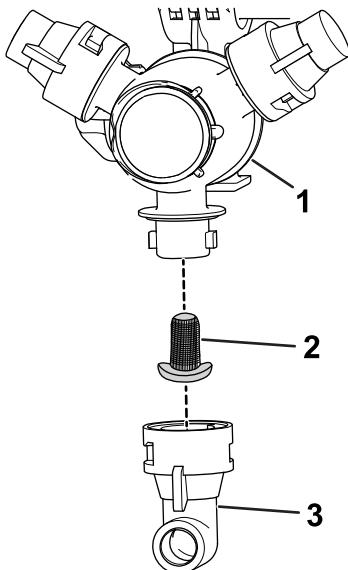

Figure 16
2. Déposez la buse de la tourelle de pulvérisation (Figure 16).
3. Déposez le filtre de buse (Figure 16).
5. Montez le filtre de buse (Figure 16).
6. Montez la buse sur la tourelle de pulvérisation (Figure 16).